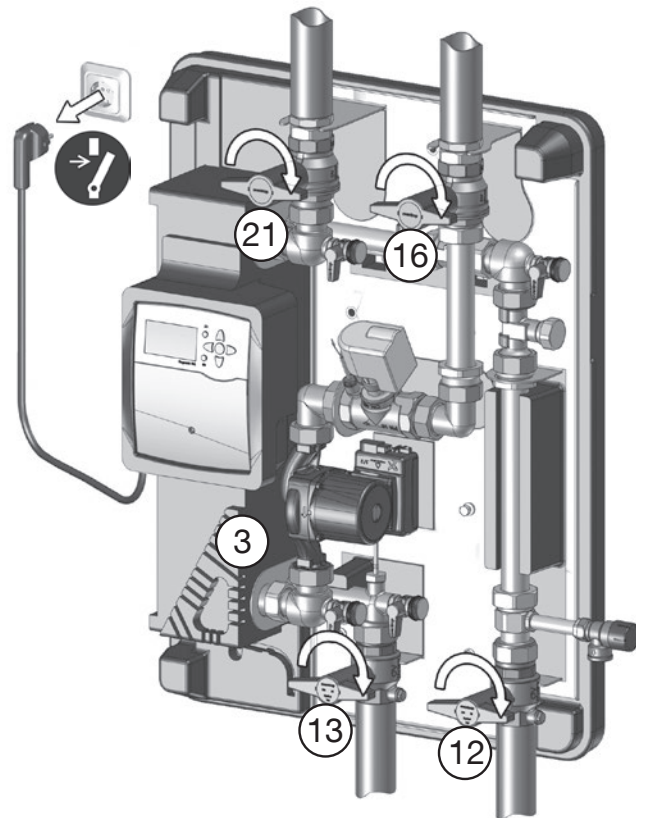

Abb. 5.1: Regler freischalten und Kugelhähne absperren
2. **Absperrkugelhähne 12 und 13** (Trinkwasserkreis) **sowie Pos. 16 und 21** (Speicherkreis) **schließen** (Abb. 5.1).
2. **Absperrkugelhähne 12 und 13** (Trinkwasserkreis) **sowie Pos. 16 und 21** (Speicherkreis) **schließen** (vgl. Abb. 5.1 auf Seite 31).